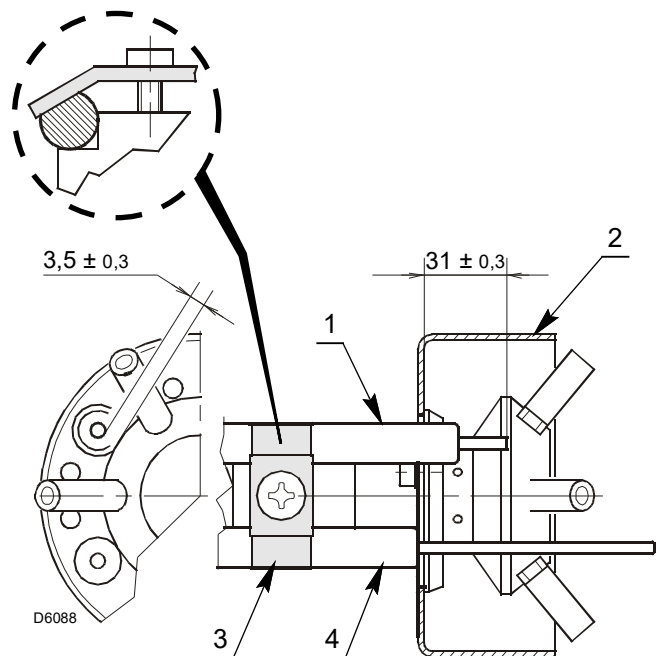

Abb. 14
- Das Einrasten der Platte 3)(Abb. 14) in der Abflachung der Elektrode 1)(Abb. 14) prüfen.
- Den Isolator des Fühlers 4)(Abb. 14) an die Scheibe 2)(Abb. 14) lehnen.